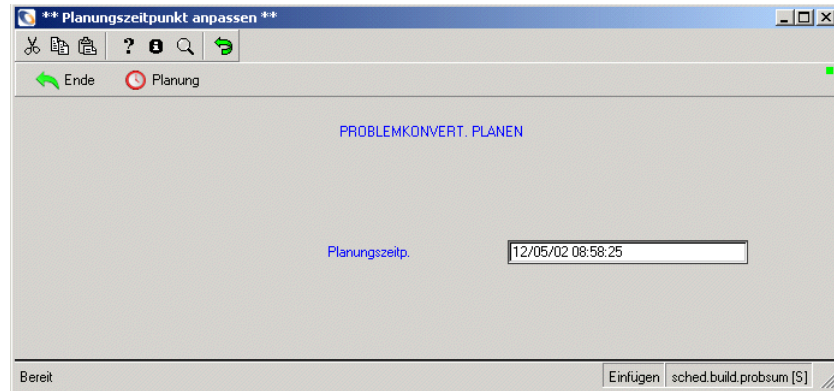

Abbildung 4-36: Formular „Problemkonvertierung planen“
- Klicken Sie auf **Planung**. Abbildung 4-36 zeigt das Dialogfeld **Problemkonvertierung planen**, in dem Sie ein zukünftiges Datum und eine Uhrzeit für die Erstellung angeben.